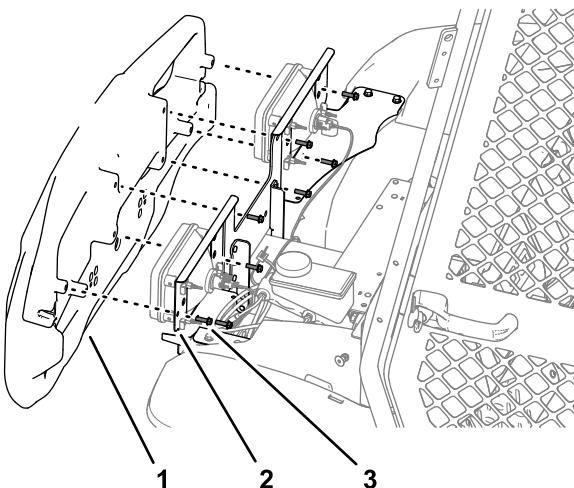

图 42
- 在支撑住缓冲器的同时拧下将缓冲器固定到缓冲器安装架和大灯支架的 8 个凸缘头螺栓图 42。